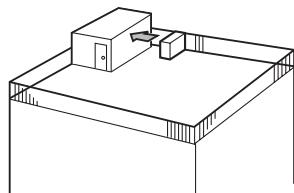

Fig. 2-3
- Rikta luftutblåset mot närmaste vägg, cirka 50 cm från väggen. (Fig. 2-3)